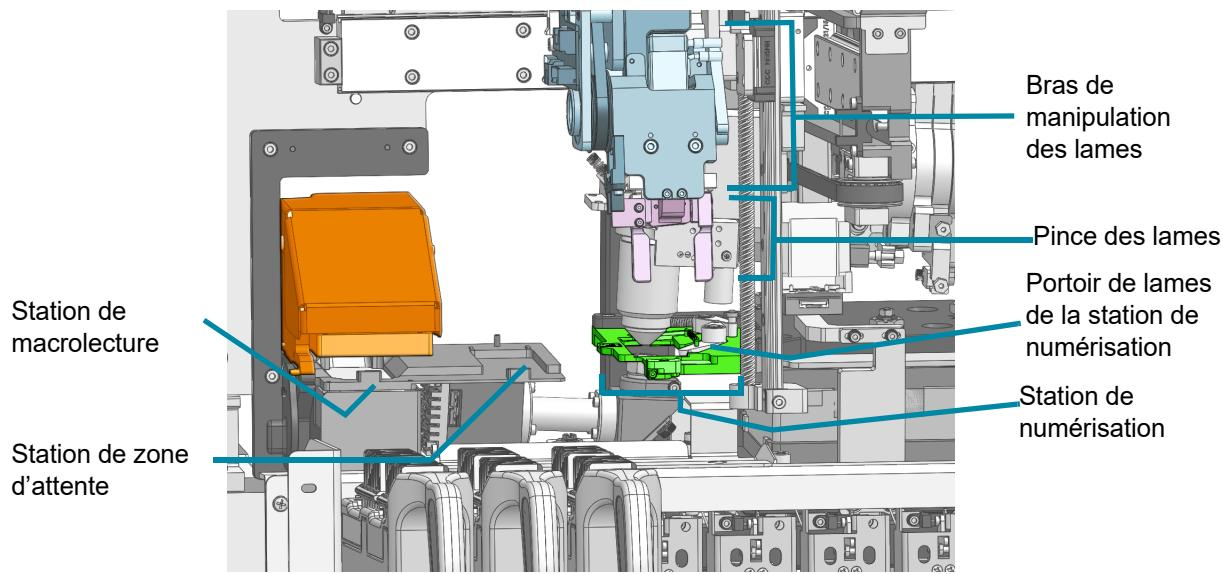

Figure 1-5-5 Station de macrolecture, station de zone d'attente, station de numérisation et pince des lames
2. Déplacer le bras de manipulation des lames de manière à ce que la station de macrolecture soit facile à atteindre. Ne pas appuyer sur la station de macrolecture. Essuyer doucement toutes les traces de poussière et de débris de verre de la station de macrolecture avec une lingette non pelucheuse imbibée d'eau déionisée. Se reporter à la Figure 1-5-5.